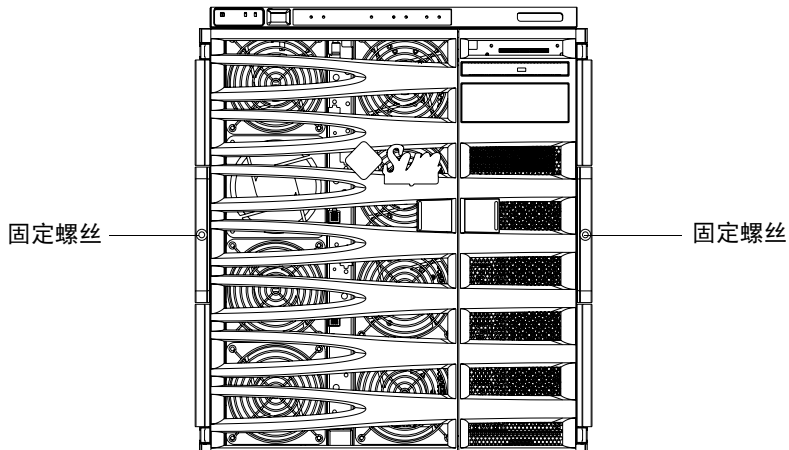

图 1-14 拧紧固定螺丝
11. 拧紧系统前部的两颗固定螺丝，以将系统固定在机柜中（图 1-14）。